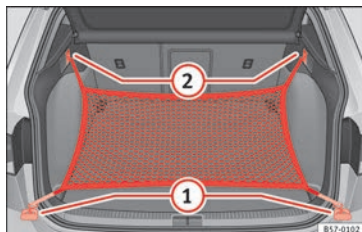

Fig. 157 Na bagageira: argolas ① e ganchos ② para fixar a rede divisória.
- Fixe os ganchos curtos da rede nas argolas de fixação »» Fig. 157 ① »» ⚠. O fecho de correr do saco deve ficar voltado para cima.
- Fixe as fitas nos ganchos para prender sacos ②.